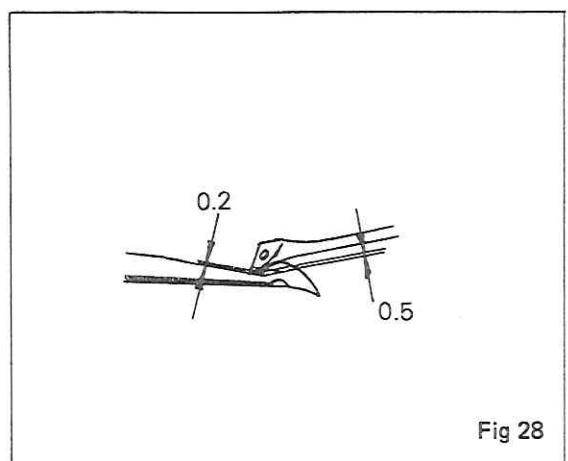

Fig. 28
(4) Upper Looper and Lower Looper Fig. 28
Ancora superior-ancora inferior. Fig. 28
Boucleur supérieur et boucleur inférieur Fig. 28